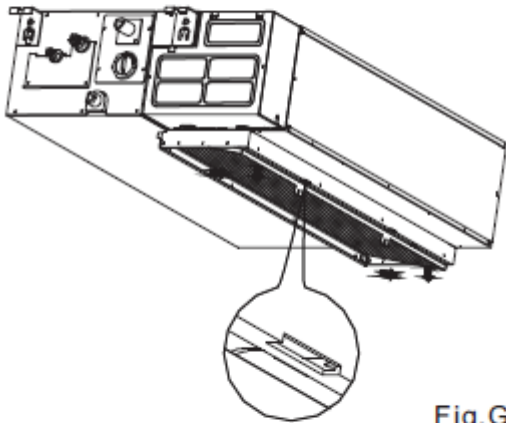

Fig.G2
2. Dat fiind că aparatul ventilează în jos, împingeți filtrul ușor în sus pentru a permite fixatorului de poziție să iasă din orificiile fixate pe flanșă, și să se scoată filtrul conform direcției săgeții indicate în Fig.G2.